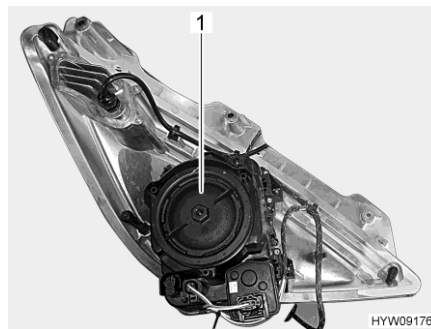

Bild 227 Frontscheinwerfer (Rückseite)
- Gehäusedeckel (Bild 227,1) entgegen dem Uhrzeigersinn drehen und abnehmen.
- Gehäusedeckel (Bild 227,1) aufsetzen und im Uhrzeigersinn festdrehen.